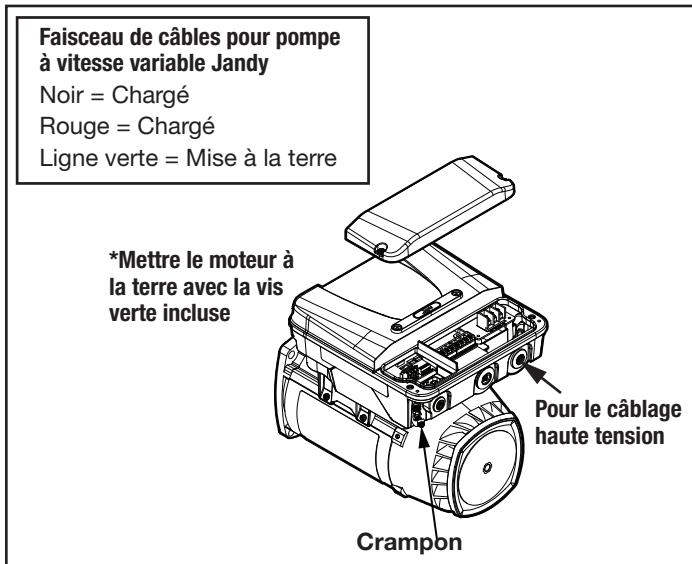

Figure 10. Mise à la masse externe Jandy
- Mettez le moteur à la terre de façon permanente à l'aide du fil vert de mise à la terre, comme indiqué à la figure 10. Utilisez la bonne dimension et le bon type de fil, tel que précisé par le National Electric Code (NEC) et le Code canadien de l'électricité (CEC). Assurez-vous que le fil de mise à la terre est connecté à la masse d'un service électrique.
- Reliez le moteur à la structure de la piscine conformément au National Electric Code (NEC) et au Code canadien de l'électricité (CEC). Utilisez un conducteur en cuivre massif de calibre 8 AWG ou supérieur (US). Faites passer un fil du crampion externe à la structure de mise à la masse de la piscine, comme indiqué à la figure 10.
8. Connectez les fils rouge et noir de la pompe aux deux connexions côté ligne sur le relais de la pompe de filtration, comme illustré à la Figure10.